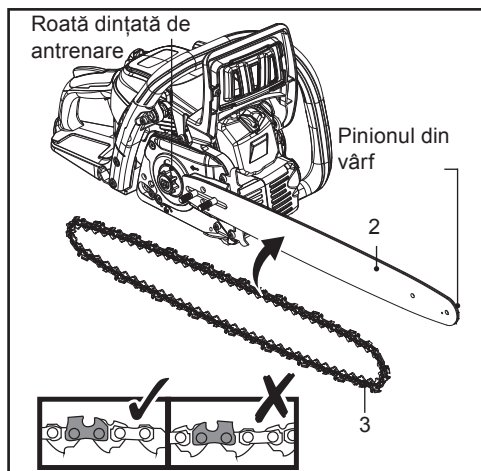

Fig. 4
5. Pune lanțul de fierăstrău (3) peste roata dințată de antrenare (în spatele ambreiajului) și potrivește în jurul pinionului din vârful lamei de ghidare (2) în direcția corectă (Fig. 4). Asigură-te că zalele de antrenare sunt introduse corect în roata dințată de antrenare și în pinionul din vârf.
**i** **NOTĂ:** Acest simbol  indică direcția în care lanțul de fierăstrău (3) se deplasează. Montează lanțul de fierăstrău (3) în direcția corectă (Fig. 4).